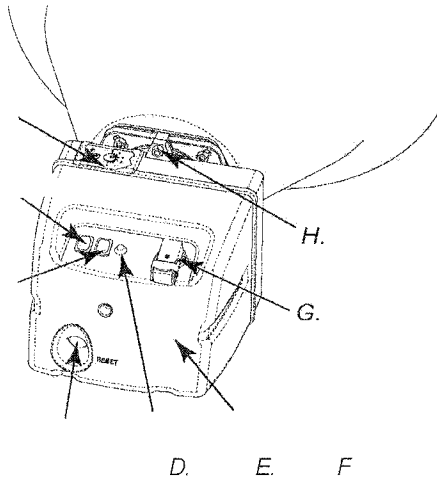
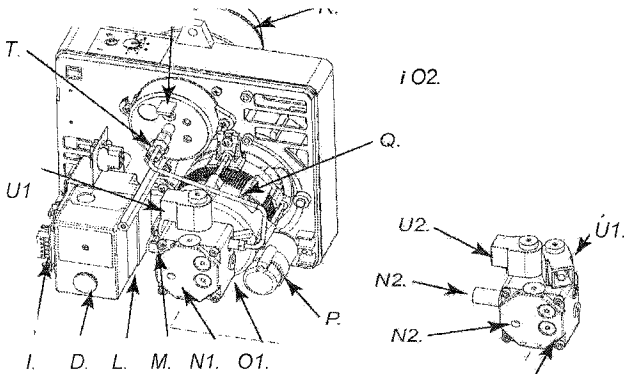

Рисунок 5 – Устройства контролирующие работу нагревателя XL9.
Рисунок 6 – Сост. части горелки нагревателя XL9.
Внимание: Перед введением нагревателя в действие следует убедиться в том, что кнопка (C рис. 5) находится в соответствующей позиции &.
Установить переключатель (5) в положении включения (I). Нагреватель начнет работать в режиме предварительной вентиляции через 10 секунд после начала работы горелки. С целью достижения максимальной производительности следует установить переключатель в позиции, как показано на рисунке (C рис.5) (A^).
Перед введением нагревателя в действие или после полного опорожнения топливного канала, когда поступление топлива к насадке выхода топлива слишком мало, происходит включение предохраняющего устройства, осуществляющего контроль над пламенем (см. пункт ПРЕДОХРАНЯЮЩИЕ УСТРОЙСТВА), в результате чего наступает выключение нагревателя. В этом случае следует, подождя около минуты, нажать кнопку повторного запуска (D на рис. 5) и включить нагреватель. Если нагреватель не включается, следует сделать следующее:
2. нажать кнопку повторного запуска (D на рис. 6). Если нагреватель по-прежнему не работает, следует ознакомиться с содержанием раздела НЕИСПРАВНОСТИ И ИХ ВОЗМОЖНЫЕ ПРИЧИНЫ с целью выяснения причины такой ситуации.
Повернуть переключатель (В на рис. 5) в положение выключения (О) либо выключить термостат или контролирующее устройство (часовой регулятор), если какое-либо из этих устройств было подключено к нагревателю. Пламя погаснет, но поток воздуха будет циркулировать по-прежнему, до момента завершения цикла предварительной вентиляции (охлаждения).
Нагреватель оснащен предохраняющим устройством (L на Рис. 6), которое контролирует силу пламени. Если в процессе работы нагревателя возникнут неисправности, контролирующее устройство выключает горелку и вызывает подсветку кнопки повторного запуска (D на Рис. 5). Перед повторным введением в действие нагревателя следует идентифицировать и устранить причину, которая привела к выключению горелки.
- Снять корпус горелки (F. Рис. 5), с целью доступа к насосу горелки (O1. o O2 Рис. 6);
- Вынуть горелку из камеры сжигания (Рис. 5).